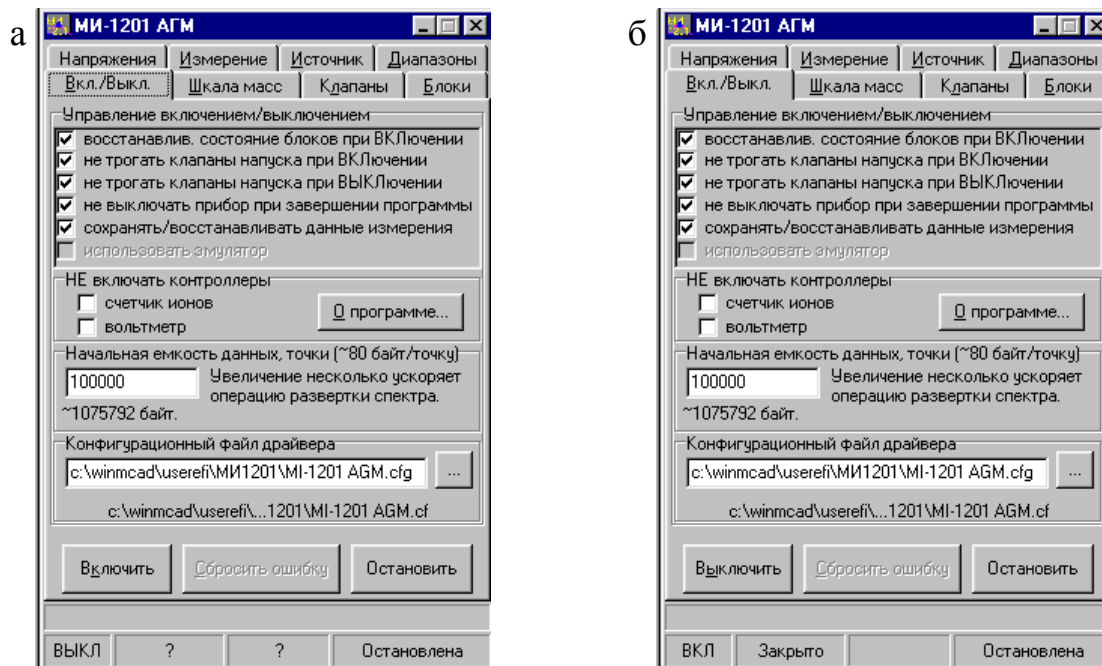

Рис. 3.1. Главное окно программы:
2. На экране появится главное окно программы (рис. 3.1, а). Выберите закладку «Вкл./Выкл.» в верхней части окна и нажмите кнопку «Включить». Программа проведет тестирование и подготовку прибора к работе и окно приобретет вид, как на рис. 3.1, б.
1. Откройте папку «C:\Лаб.раб.№10» и дважды щелкните по «MatCAD-Mi1201.bat» — запустится программа MathCAD. Нажмите клавишу F9 — появится окно программы управления МИ-1201 АГМ (рис. 3.1). Включение прибора будет проведено автоматически.